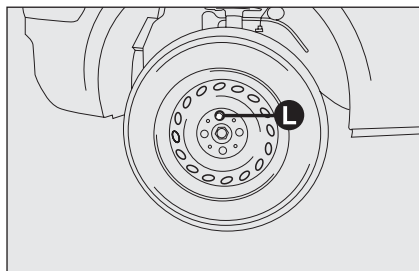

fig. 5
- per versioni dotate di coppa ruota, togliere la coppa ruota dopo aver svitato i 3 bulloni che la fissano ed infine svitare il quarto **L-fig. 5** bullone ed estrarre la ruota;